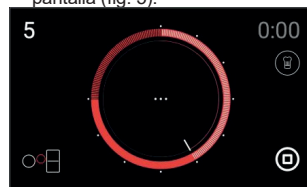
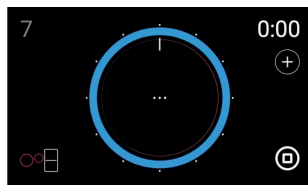

fig. 5
fig. 6
- 1 Seleccione la zona en la que desee cocinar pulsando en cualquier punto de la misma. El contorno de la zona se ilumina en rojo. Una vez seleccionada la zona, automáticamente se pasa a la pantalla de "selección de potencia" (fig. 5).
en la parte superior izquierda de la pantalla (fig. 5).
Desde la pantalla de "selección de potencia" (fig. 5), para apagar una zona de cocción, deslice el dedo sobre el anillo de potencia hasta llegar al nivel "0" o bien, pulse el icono de apagado de zona .
- 1 Toque el icono 0:00 (fig. 5). El anillo de potencia cambia a color azul indicando que la función está disponible. En el interior del mismo, automáticamente, aparecerá un círculo rojo, de trazo más fino, que indica la potencia seleccionada. (fig. 6).
Si desea volver a configurar la potencia, pulse sobre el nivel de potencia indicado, en la parte superior izquierda de la pantalla (fig. 6).
- 2 Pulse sobre el icono 0:00 (fig. 5), y a continuación, deslice el dedo sobre el anillo de tiempo para modificar el tiempo programado.
- 2 Pulse sobre el icono 0:00 (fig. 5), y a continuación, deslice el dedo sobre el anillo de tiempo reduciendo el tiempo hasta 00:00. El reloj queda anulado.